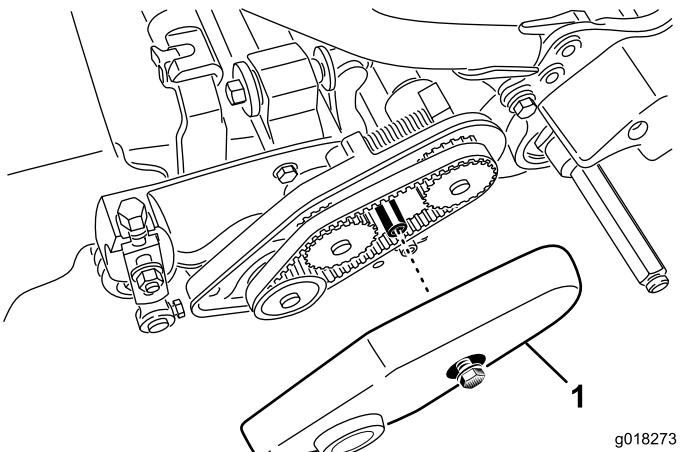

Рисунок 41
- Ослабьте фланцевый болт крепления кожуха ремня и снимите кожух ремня для обеспечения доступа к ремню (Рисунок 41).